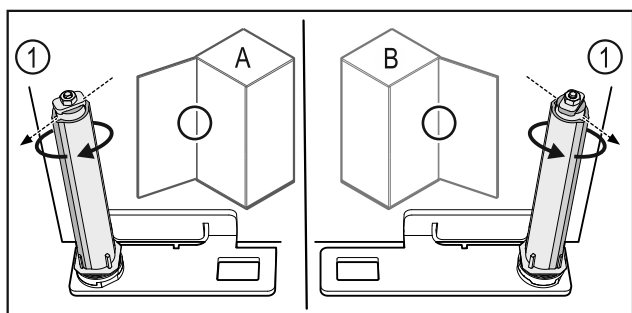

Fig. 56 Lewy ogranicznik (A) / prawy ogranicznik (B)
- ▶ Przekręcić system blokujący w kierunku przeciwnym do oporu, aż pręt systemu blokującego Fig. 56 (1) będzie skierowany na zewnątrz.